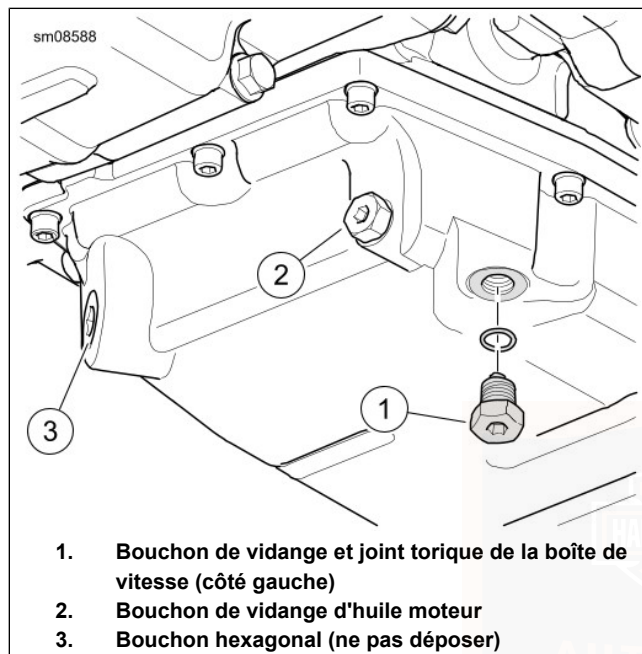

Figure 42. Vidange de la boîte de vitesse
2. Voir Figure 42. Enlever le bouchon de vidange de la transmission. Vidanger la transmission.